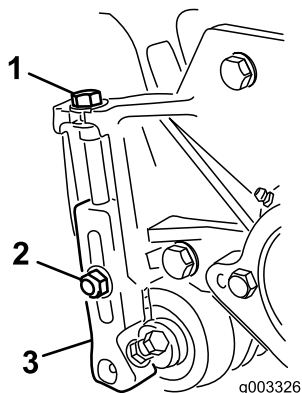

Figura 18
1. Allentate i dadi di bloccaggio che fissano i bracci di regolazione dell'altezza di taglio sulle piastre laterali dell'apparato di taglio (Figura 18).